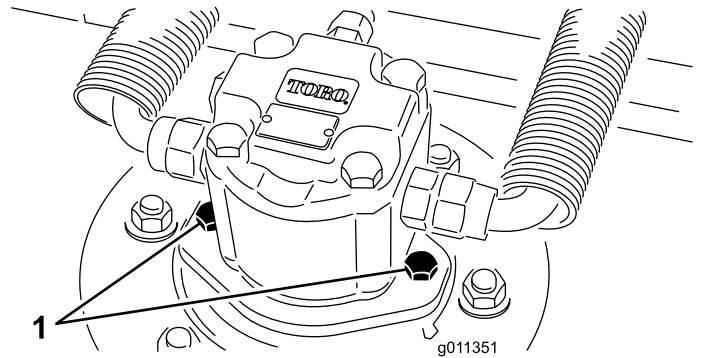

Bild 67
2. Klemmen Sie den Hydraulikmotor vom Mähwerk ab und entfernen ihn (Bild 67). Decken Sie die Spindeloberseite ab, um einer Verunreinigung vorzubeugen.
4. Montieren Sie den Hydraulikmotor am Mähwerk (Bild 67) Stellen Sie sicher, dass sich der O-Ring unbeschädigt in seiner Position befindet.